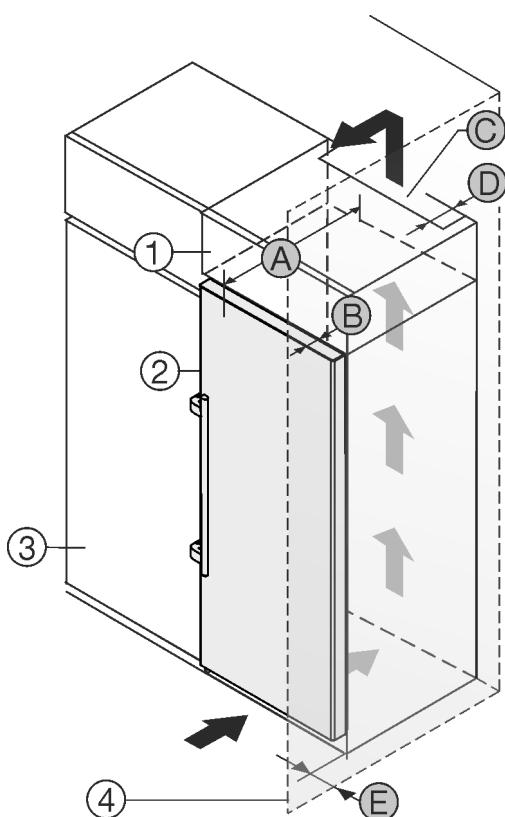

Fig. 2
Uređaj možete postaviti neposredno pored kuhinjskog ormara Fig. 2 (3).*
Na stražnjoj strani visećeg ormara treba postojati otvor za odzračivanje dubine Fig. 2 (D) po cijeloj širini visećeg ormara.*
Ispod stropa prostorije treba poštovati ventilacijski presjek Fig. 2 (C).*
Kada se uređaj postavlja s okovima pored zida Fig. 2 (4), razmak između uređaja i zida mora iznositi najmanje 57 mm . To odgovara stajaju ručice kod otvorenih vrata.*
Kako biste vrata mogli potpuno otvoriti, uređaj mora biti za dubinu vrata Fig. 2 (B) ispred u odnosu na prednjicu kuhinjskog ormara. Ovisno o dubini kuhinjskih elemenata Fig. 2 (3) i uporabi zidnih odstojnika, uređaj može i dalje stršati.*